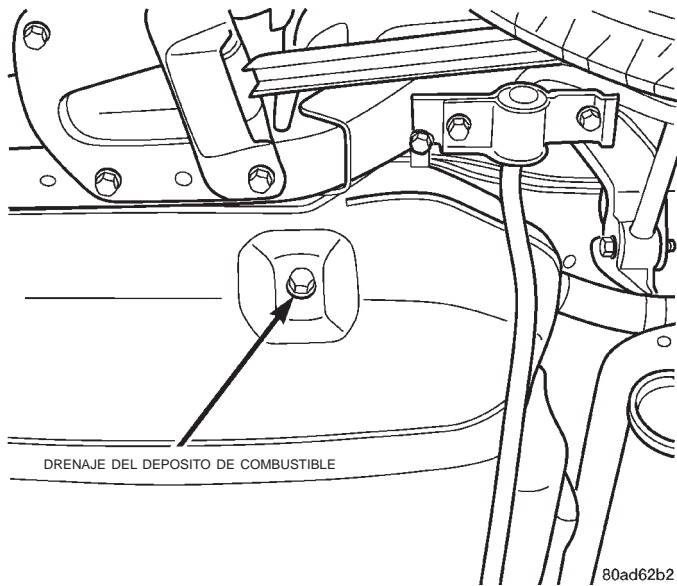

Fig. 11 Drenaje del depósito de combustible
- (4) Drene el depósito de combustible. Consulte Drenaje del depósito de combustible en la sección Distribución de combustible (Fig. 11).